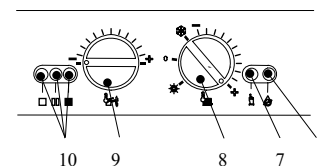

Fig. 6.5
- 2 Make sure that the function switch 8 is set to the position in Fig. 6.5 and that the timer selector switch and room thermostat, if fitted, is set to "heat demand".
- 2 Убедитесь в том, что кнопка выбора режима 8 на Fig. 6.5 установлена в положении, как показано на рисунке, а таймер или комнатный термостат установлены в положение «потребность тепла».